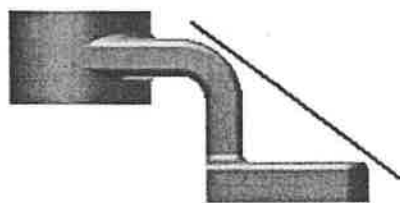
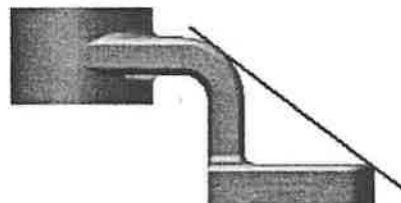

图10
图11
14. 将图10中的直线约束成图11所示的与两圆弧轮廓都相切, 应使用什么几何约束? 【 】